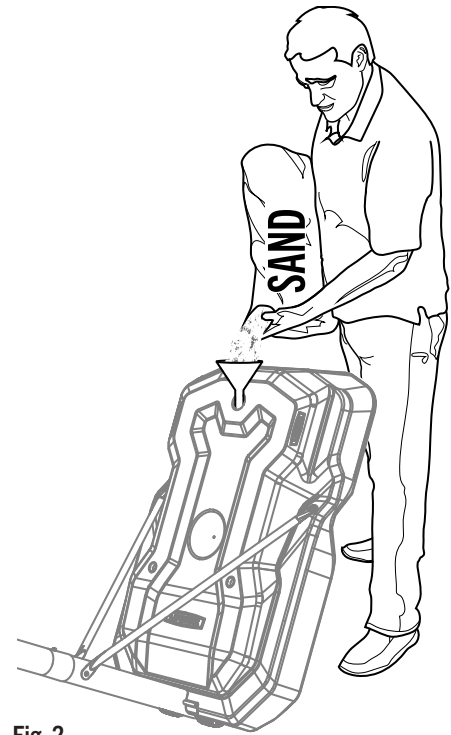

Fig. 2
2. Using a funnel, fill the base with sand (Fig. 2).
2. En utilisant un entonnoir, remplir la base de sable (Fig. 2).
2. Usando un embudo, llenar la base con arena (Fig. 2).